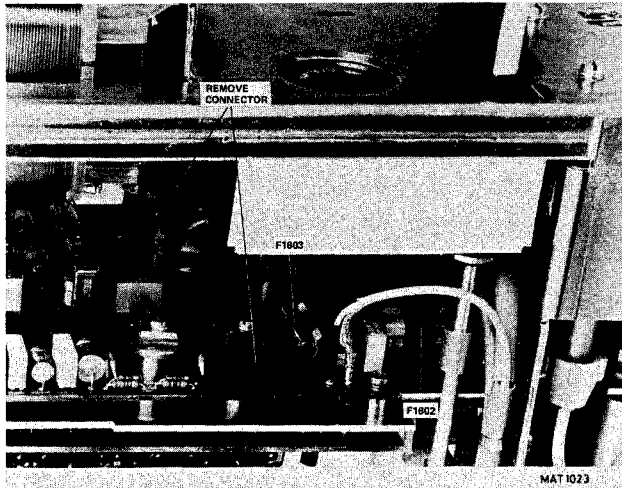

Fig. 6.2.
6.1.1.2. Fuse F1602 and F1603 (Fig. 6.2.)